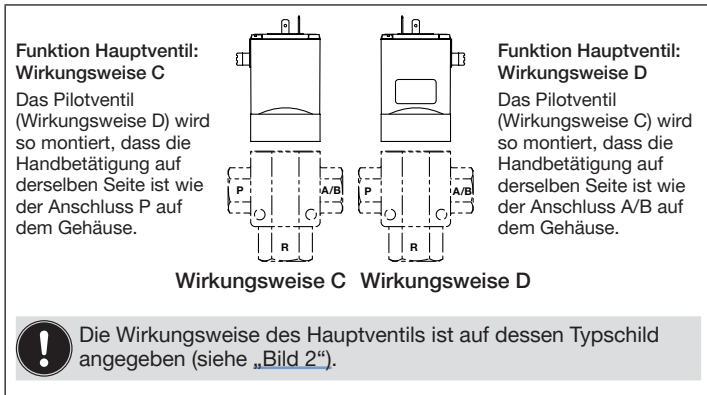

Bild 1: Anordnung des Pilotventils
- Am Pilotventil ② die beiden nicht versiegelten Schrauben ① lösen.
- Vor dem Abnehmen des Pilotventils auf die Anordnung des Pilotventils achten (siehe „Bild 1“ auf Seite 11).
- Pilotventil ② und O-Ringe ③ vom Hauptventil abnehmen.
- Neue O-Ringe ③ korrekt in die Vertiefungen des Hauptventils setzen.
- Neues Pilotventil ② auf das Hauptventil setzen. Dabei die Anordnung des Pilotventils beachten (siehe „Bild 1“ auf Seite 11).
- Schrauben ① anziehen (Anziehdrehmoment 1,5 bis 2 Nm).